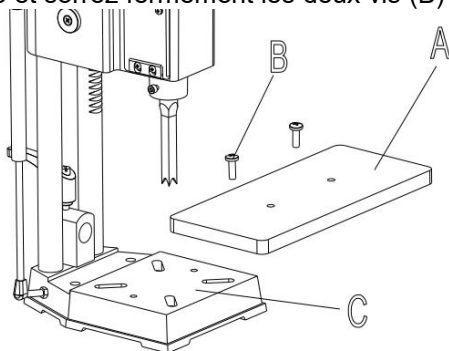

Fig. 6
3.Assembler la table (A) Fig. 6, à la base à l'aide des deux vis à tête plate M6x1x35mm
4.La table (A) Fig. 6, peut être déplacée vers l'intérieur ou vers l'extérieur en desserrant les deux vis (B), et repositionner la table, puis serrer les vis (B).